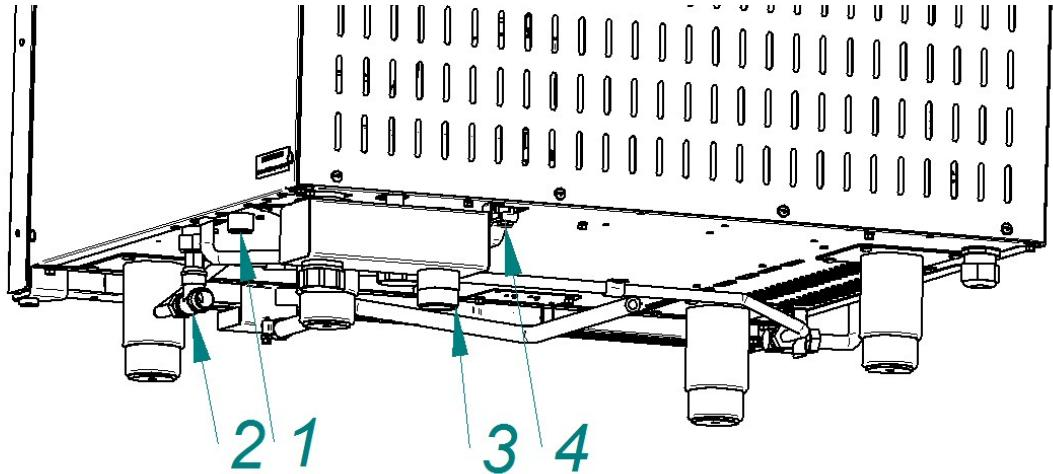
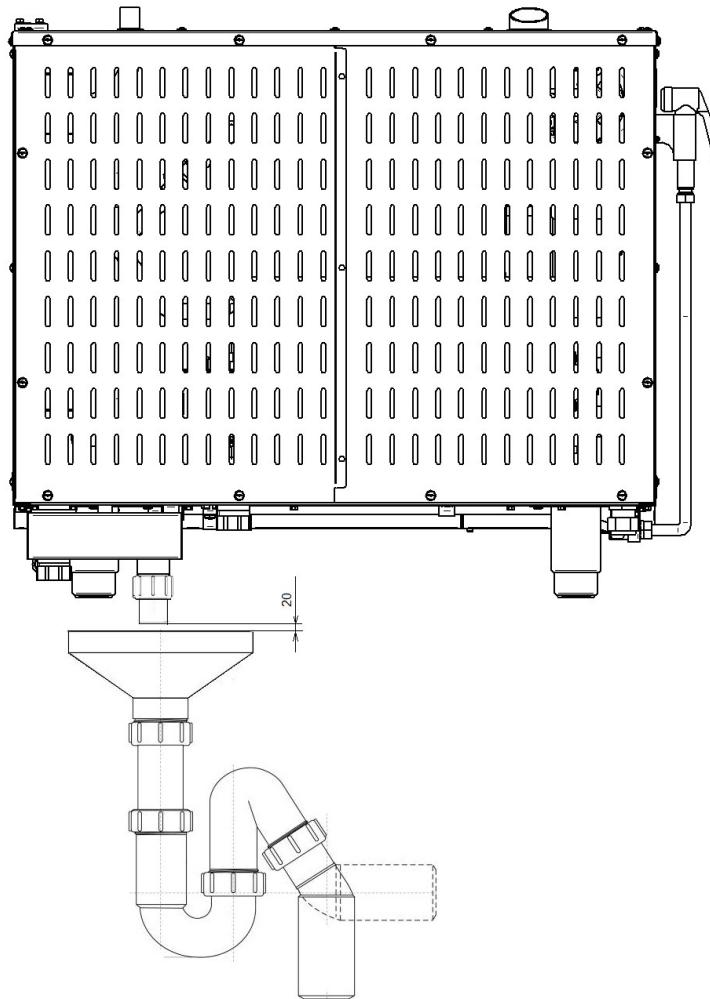

Рис.4 Подключение к системе водоснабжения
Рис. 5. Подключение к системе канализации
• G3/4 (см. рис.4 поз.1 (наружная резьба)) – парогенератор. Подключать через водоумягчительную установку (водородно-ионного обмена). Рекомендуется использовать фильтр BRITA PURITY C300 Quell ST.
• G1/2" (см. рис.4 поз.2 (наружная резьба)) – душевое устройство и охлаждение коллектора. Допускается подключать к неподготовленной воде.
- установить кран слива с парогенератора (см. рис.4 поз.4) в положение «Закрыто»;
- используя шланг из комплекта поставки, подключить пароконвекторат к системе канализации (см. рис.5). Шланг подключить через штуцер с резьбой G1¼" (рис.4 поз.3). Подключение к канализации выполнить с разрывом струи не менее 20мм от верха приемной воронки (СНиП 2.04.01-85 п. 17.11).